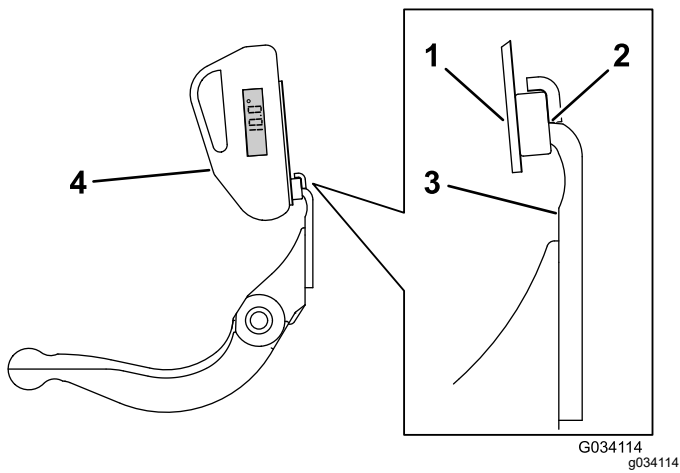

Figura 29
3. Coloque a montagem do indicador de ângulo na extremidade da lâmina de corte para que a extremidade do ímã fique alinhada com a extremidade da lâmina de corte (Figura 29).
4. Coloque o indicador de ângulo na montagem, como se mostra na Figura 29.